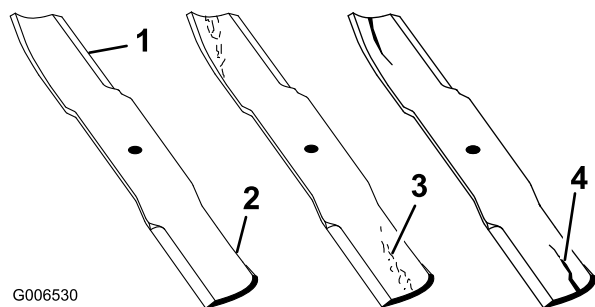

Figura 33
2. Verificate accuratamente i taglienti, con particolare attenzione ai punti d'incontro delle sezioni piatta e curva della lama (Figura 33). Sabbia e materiali abrasivi possono consumare il metallo che connette le sezioni piatta e curva della lama, per cui si consiglia di controllare la lama prima di usare la macchina. Se notate che la lama è consumata (Figura 33), sostituirla; vedere Rimozione della lama.
Se continuate ad usare la lama usurata, si forma una scanalatura tra la costa e la sezione piatta della lama (Figura 33). Alla fine, un pezzo di lama può staccarsi e venire lanciato dal sottoscocca, con il rischio di ferire gravemente voi o gli astanti.